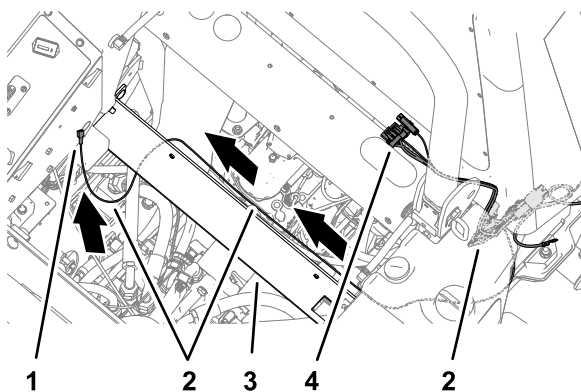

Bild 8
- Verlegen Sie den Stromkabelbaumzweig mit dem Flachsteckeranschluss entlang des Querkanals und zur Abdeckplatte für die Armaturenbrettdeckung (Bild 8).